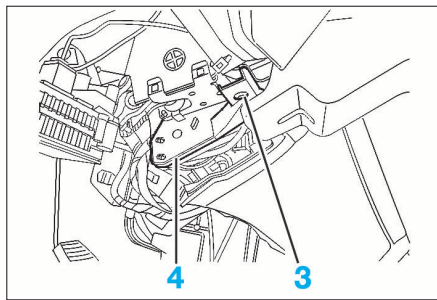
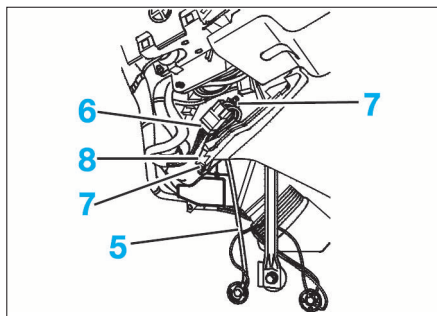

FIG. 13
FIG. 14
- le cache inférieur de planche de bord (2).
- la fixation (3) (Fig.13) du support connecteur.
- Dégager le support connecteur (4) vers le haut.
- le fil de masse (5) (Fig.14),
- le faisceau d'alimentation (6).